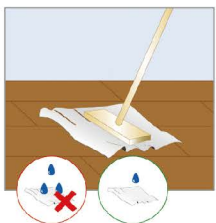

Рисунок 20
21. Уборка ламината осуществляется **НАСУХО ВЫЖАТОЙ** тряпкой при комнатной температуре и естественной влажности. Можно применять дополнительные моющие составы, рекомендованные в инструкции производителя (см. рис. 20).